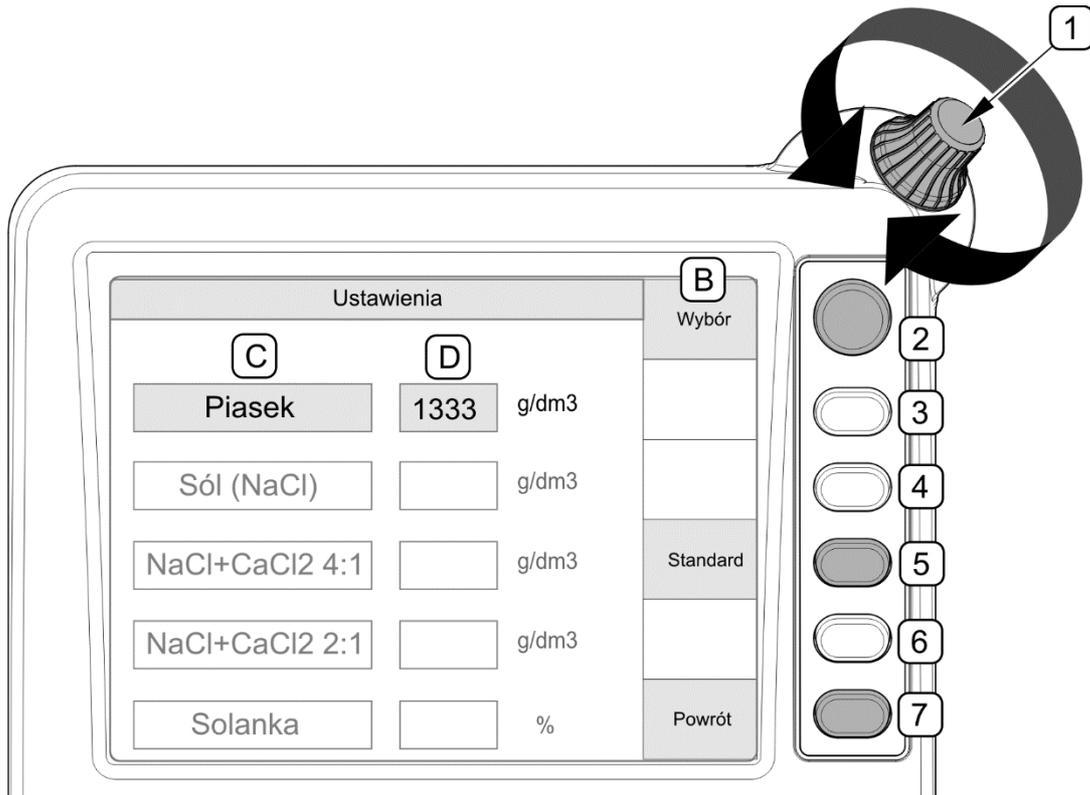

ABBILDUNG 3.9 Beispiel für die Bedienung des Steuerpults
Je nachdem, welche Seite im Menü auf der Anzeige (ABBILDUNG 3.9) ausgewählt wurden, werden neben den Funktionstasten (2),(3),(4),(5),(6) und (7) die ihnen zugewiesenen Funktionen angezeigt (B). Auf jeder Seite des Menüs der Anzeige werden die Funktionen der entsprechenden Taste angezeigt. Ein leeres Feld neben den Tasten (3),(4) und (6) bedeutet, dass die Tasten im Moment nicht aktiv sind (ABBILDUNG 3.9). Um in ein anderes Feld (C) zu wechseln und um die Werte der Parameter im Feld (D) zu ändern, dient der Drehregler (1).